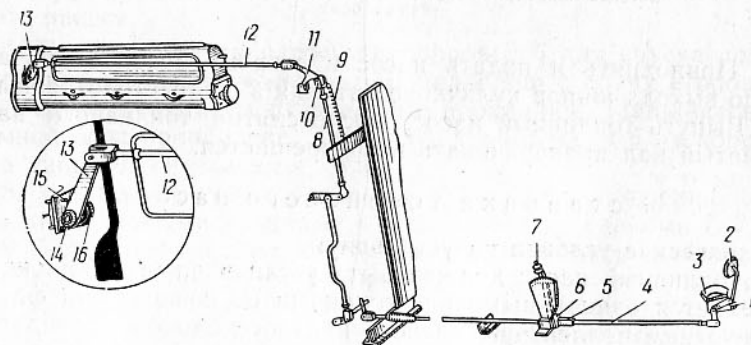

Рис. 54. Привод управления топливным насосом:
8. Расшплинтовать, вынуть пальцы и отъединить тягу 12 (рис. 54) привода топливного насоса от рычагов 11 и 13. Снять тягу 12 в сборе.
4. Присоединить тягу 12 (рис. 54) привода топливного насоса к рычагам 11, 13, вставив пальцы с плоскими шайбами. Зашплинтовать пальцы шплинтами.
— поставить рукоятку 7 (рис. 54) ручного привода в крайнее заднее положение;